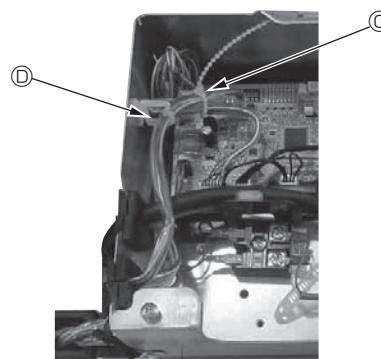

Fig. 10-14
- Coloque las partes sobrantes de los cables de enlace del sensor i-See y del receptor de señales en la caja de componentes eléctricos en el clip para cables de la forma mostrada en el diagrama, y sujeté los cables con el remache. (Fig. 10-14)